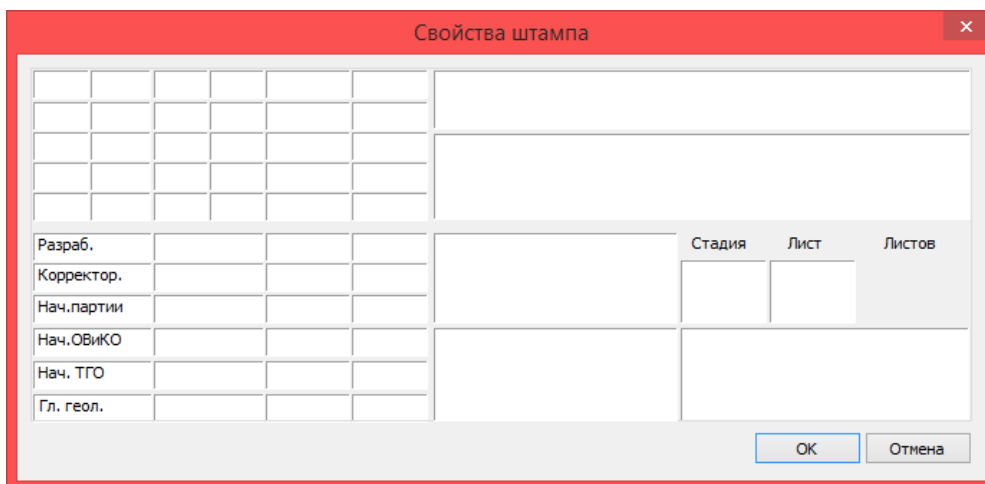

Рис. 4 Заполнение штампа
2. В диалоговом окне *Свойства штампа* (см. рис. 4) заполнить поля штампа и нажать *ОК*.